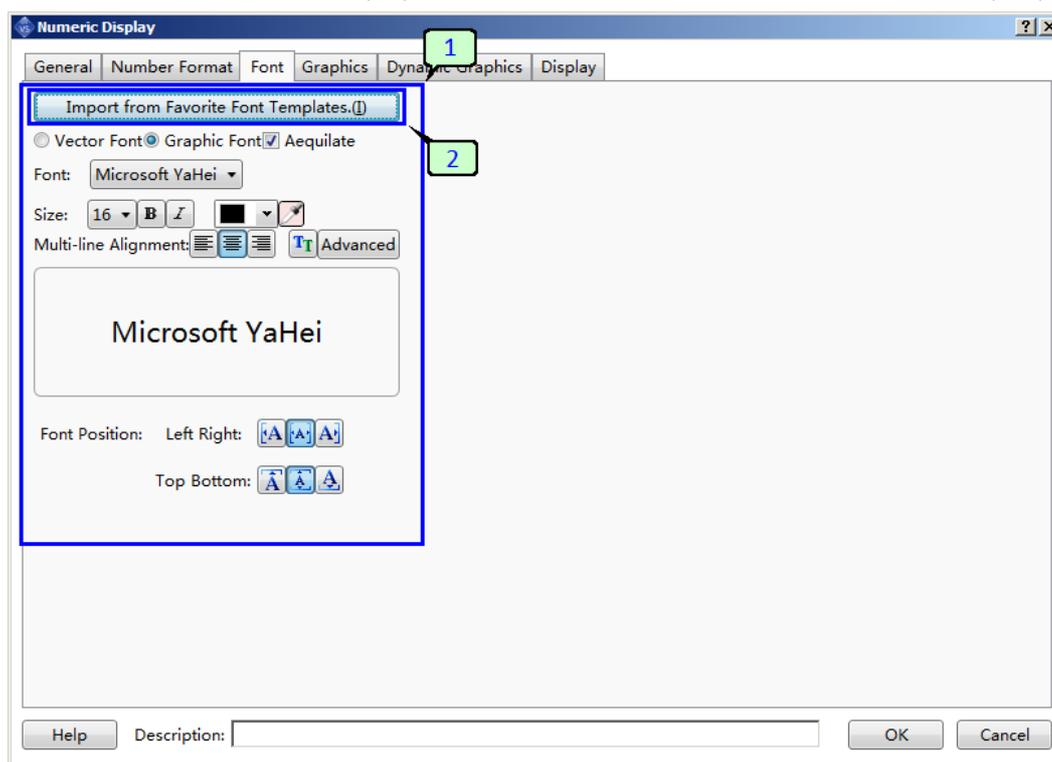

**Рисунок 188 - Функция автоматического перехода при вводе данных**
5. Данная функция может быть использована для автоматического перехода между полями при вводе данных. Если опция активна, то при окончании ввода в данном поле, фокус ввода автоматически перейдет к полю с большим номером "Порядок ввода" по порядку (рисунок 188).